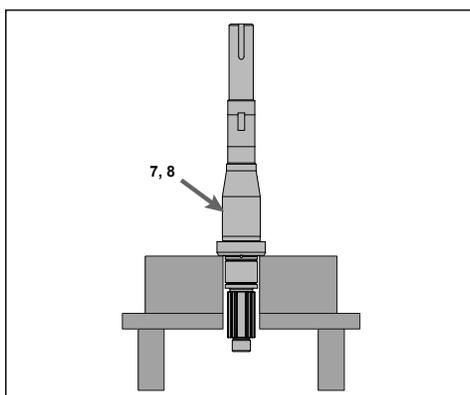

Ilustración 77 - Eje de engrase
- Lubrique la zona del rodamiento delantero del eje (Ilustración 77, elementos 7 y 8) con aceite o grasa. Debe colocarlo verticalmente en una prensa hidráulica con el extremo de líquido hacia abajo.